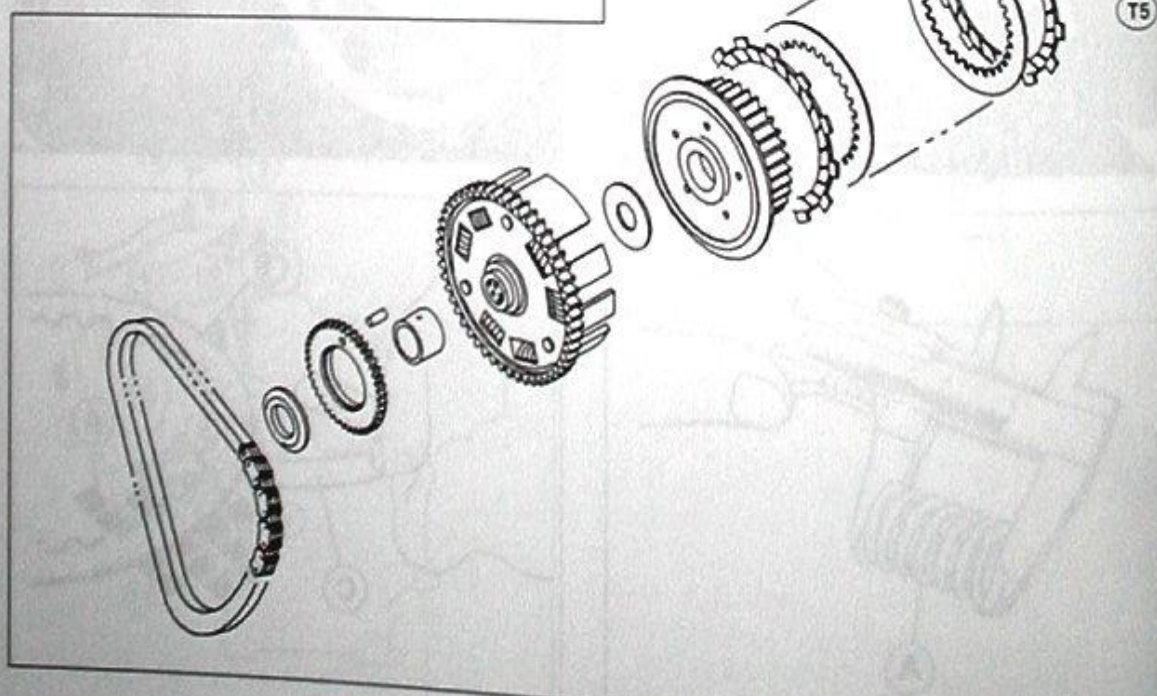

Bild 146
- Belag- und Stahlscheiben abwechselnd einsetzen, mit Belagscheiben beginnen (Bild 146).